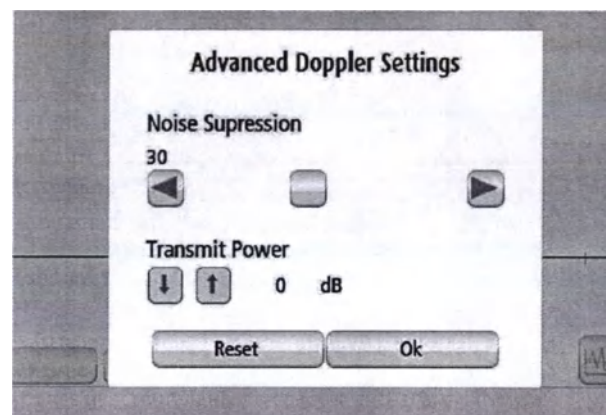

Рис. 10-4 Настройка подавления шума
3. Нажмите на кнопку Advanced (Расширенные). Должна быть видна настройка Noise Suppression (Подавление шума). Рис. 10-4.